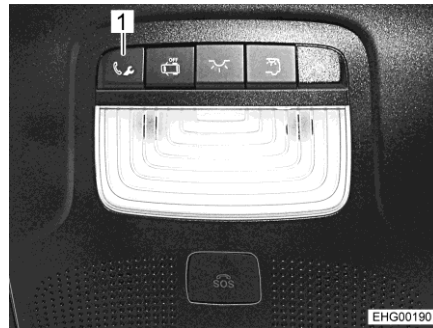

Bild 13 Knapp för samtal till vägassistans
- Tryck på knappen (Bild 13,1) för samtal till vägassistans. Uppringning sker till Mercedes-Benz kundcenter.